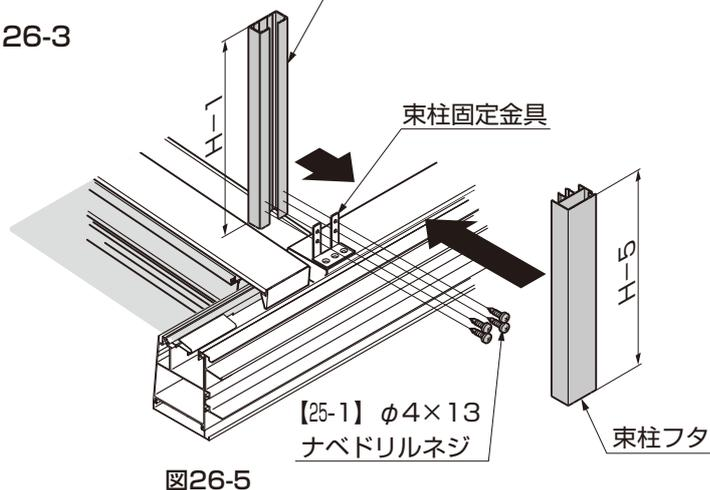

図26-5
③ バルコニー下束柱をH-1で切断してください。(図26-5参照)
④ 束柱フタをH-5で切断してください。(図26-5参照)
⑤ バルコニー下束柱を束柱固定金具に【25-1】で取付けてください。
⑥ 束柱フタをバルコニー下束柱にはめ込んでください。(図26-5参照)